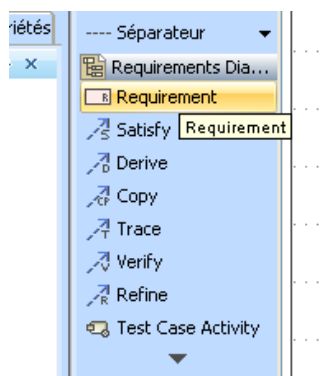

Figure 6 Création du premier diagramme
- Comme le montre la figure 6 choisir le symbole **Requirement** et le déposer au centre de la feuille blanche.